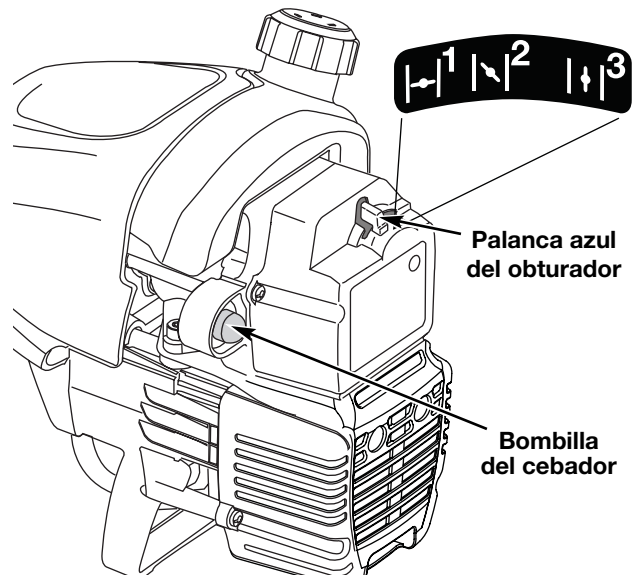

Fig. 7
8. Una vez que se haya calentado el motor, coloque la palanca azul del obturador en la **Posición 3** (Fig. 7). La unidad está lista para ser usada.
SI... el motor titubea, regrese la palanca del obturador a la **Posición 2** (Fig. 7) y siga calentándolo.